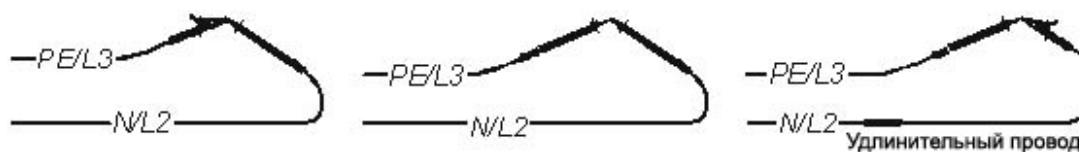

Рисунок 5.11 – Закороченные измерительные провода
- ❑ Замкните накоротко измерительные провода (см. рис. 5.11).